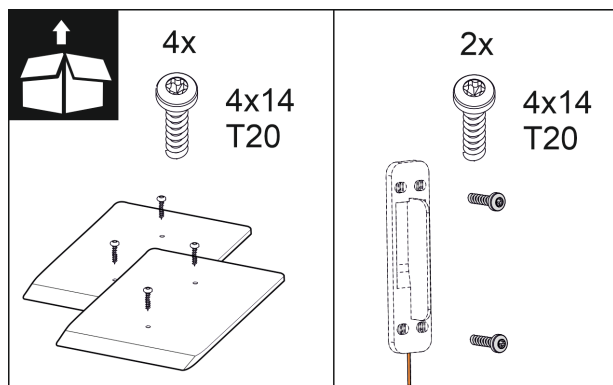

Fig. 15
2. Provjerite montažne dijelove u priloženoj vrećici. Fig. 9 () do Fig. 15 ()
Montažni dijelovi u vrećici Fig. 9 () do Fig. 15 ()